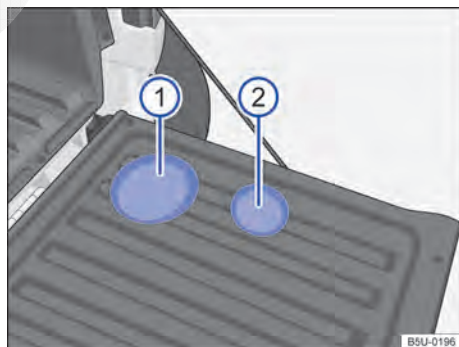

Fig. 112 No revestimento da tampa do compartimento de carga: ① porta-garrafas e ② porta-copos.
Para utilizar os porta-garrafas → Fig. 112 ① e os porta-copos ② abra a tampa do compartimento de carga.